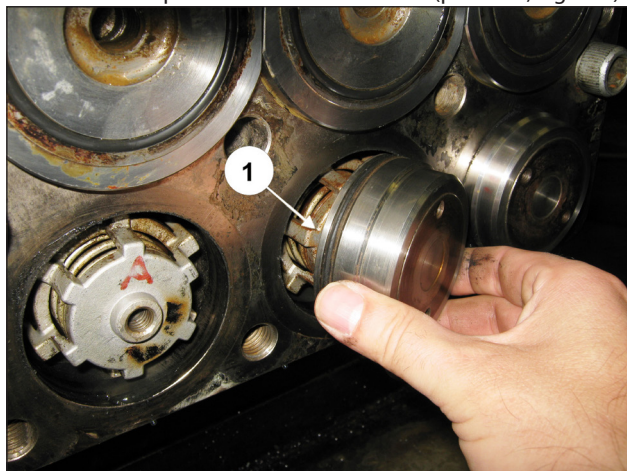

Fig. 139
Introducir los tapones válvula en la cabeza (pos. ①, Fig. 139).